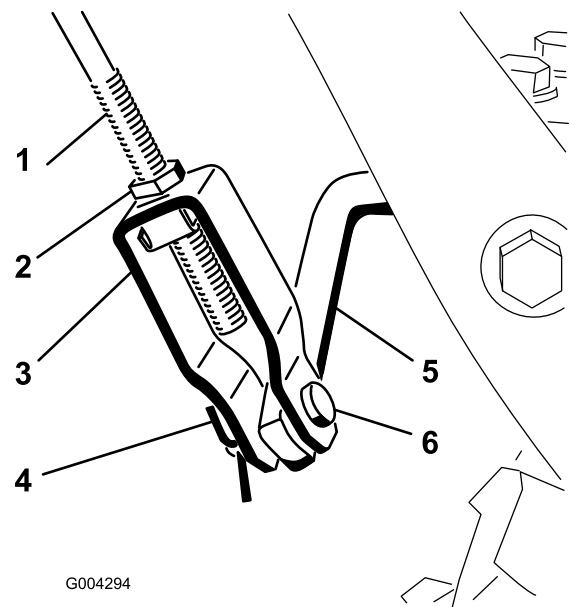

Bild 8
1. Lösen Sie die Klemmmutter über dem Bügel an der oberen Schaltstange (Bild 8).
2. Richten Sie die Löcher im Bügel mit den Löchern an der unteren Schaltstange aus und setzen Sie den Lastösenbolzen ein (Bild 8).
- C. Drehen Sie den Lastösenbolzen nach oben oder unten, um den Abstand zwischen der Oberkante des Handgriffs und der Unterkante des Antriebshebels für den Antrieb vom Räumwerk/Gebläserad (Bild 8) zu erhöhen oder zu verringern.
6. Wenn die Einstellung korrekt ist, bauen Sie den Ösenbolzen ein und befestigen Sie ihn mit dem Splint (Bild 8).
7. Ziehen Sie zum Befestigen der Lastöse die Klemmmutter fest (Bild 8).